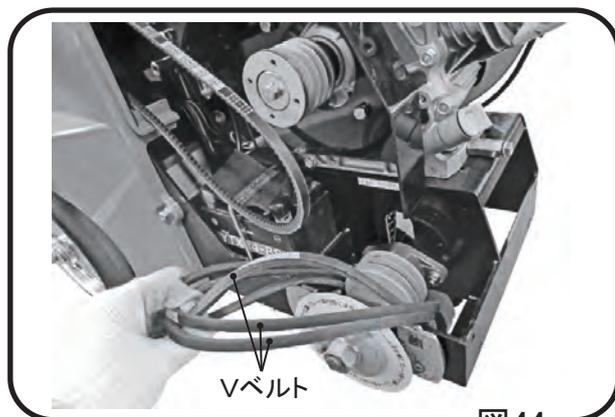

図44
- 5 エンジンが前に移動するとベルトの張りがゆるみますので、Vベルトを外してください。(図44)